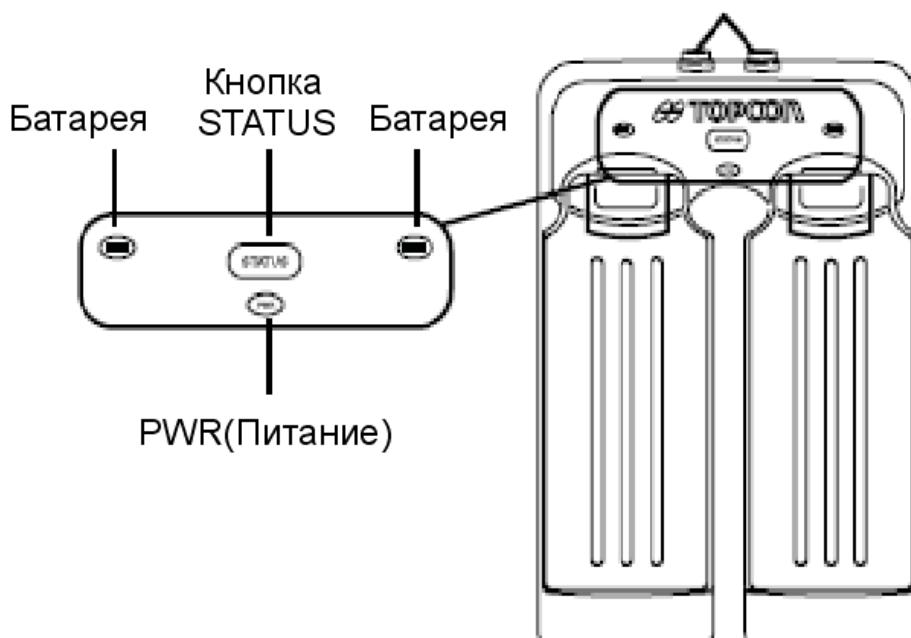

Рисунок 1-3. Блок подзарядки со вставленными батареями
**Блок подзарядки аккумуляторной батареи** (см. рис. 1-3) подключается к стандартной розетке с помощью соединительного кабеля и блока питания. После подключения к сети переменного тока батареи заряжаются за шесть часов (приблизительно). После 500 циклов заряд-разряд батареи сохраняют не менее 80% начальной емкости. Эти батареи не следует предварительно полностью разряжать до очередной зарядки.